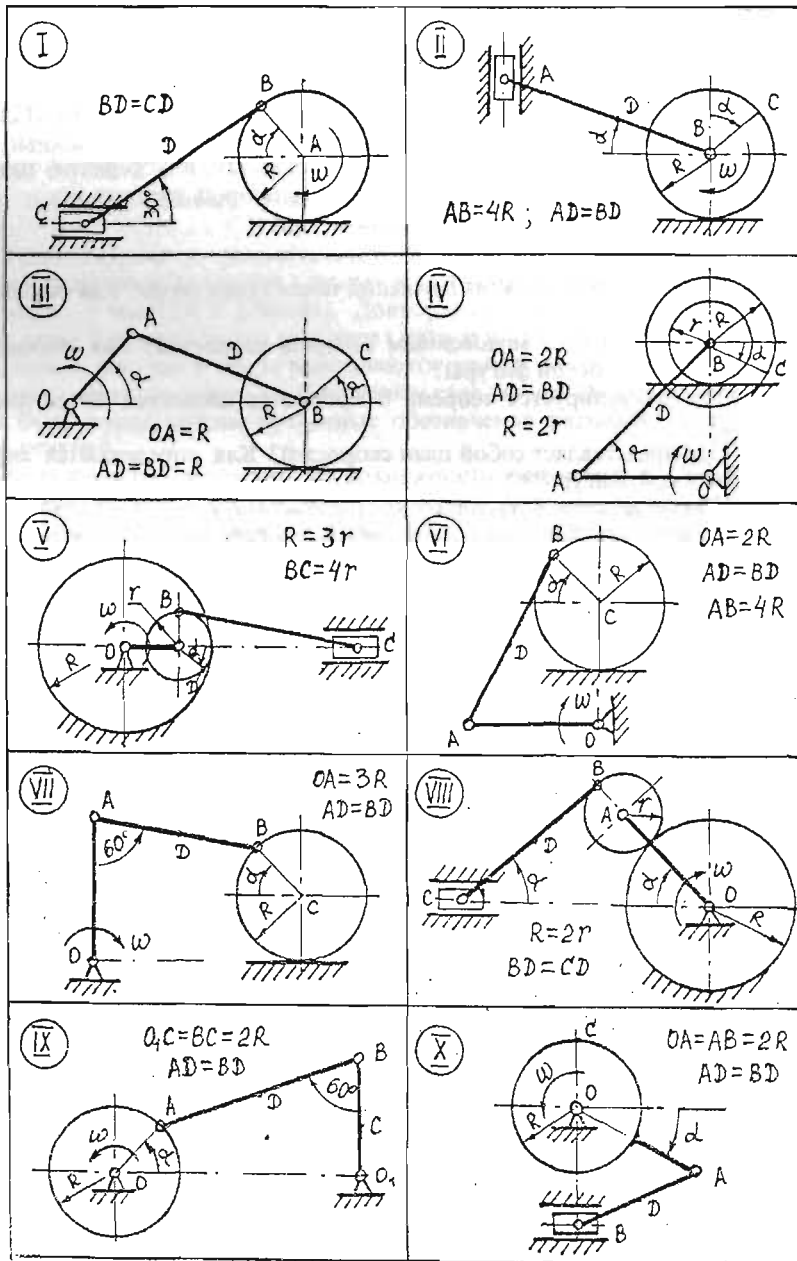

Рис. 1
Для заданного положения механизма (табл. 1), изображенного на рис. 1, найти угловые скорости звеньев и линейные скорости точек А, В, С, D двумя методами, используя
5. Мгновенный центр скоростей. Для решения задачи скоростей точек механизма необходимо найти его МЦС – точку  $r_k$ . Например, для звена AB (рис.1) точка  $r_k$  будет лежать на пересечении перпендикуляров к скоростям точек A и B сочленения данного звена с другими звеньями.